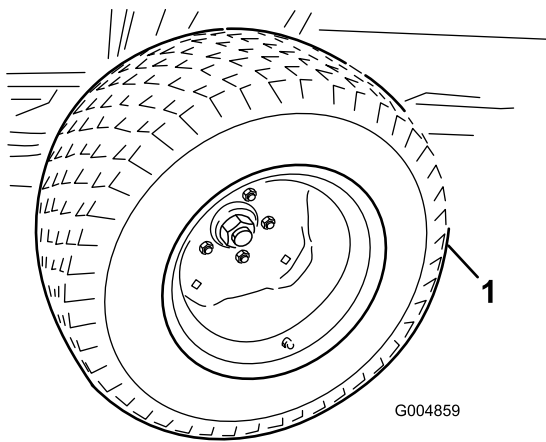

Figura 113
23. Con el bastidor de invierno apoyado contra el bastidor trasero, eleve el gato de suelo lo suficiente para poder retirar los neumáticos de tracción de verano (Figura 113). Instale los neumáticos de invierno con 2 tuercas de rueda en cada lado.